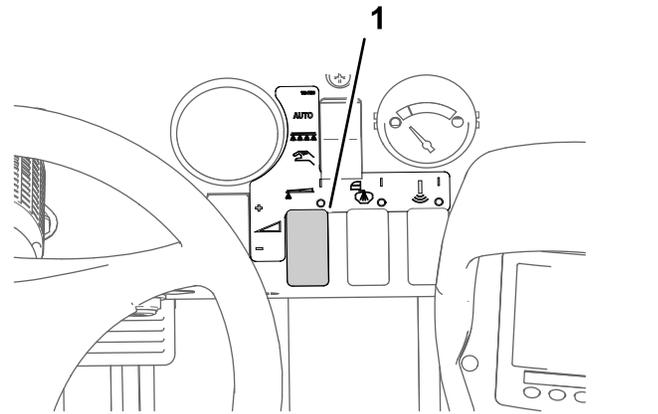

Bild 42
8. Stellen Sie mit dem Dosierungsschalter den gewünschten Sprühdruck ein, wie in der Düsenauswahanleitung angegeben, die mit dem Sprühfahrzeug geliefert wurde (Bild 42).